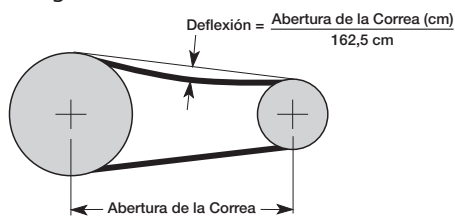

Figura 28 — Tensión de la Correa
3. Compruebe la alineación usando una regla en las dos roldanas, consulte la Figura 28.